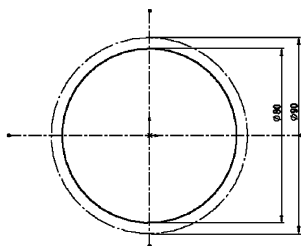

图 2-41 绘制两个圆
STEP 4 单击“草图”工具栏中的“智能尺寸”按钮，定义两个圆的直径分别为 80mm 和 90mm，如图 2-41 所示。